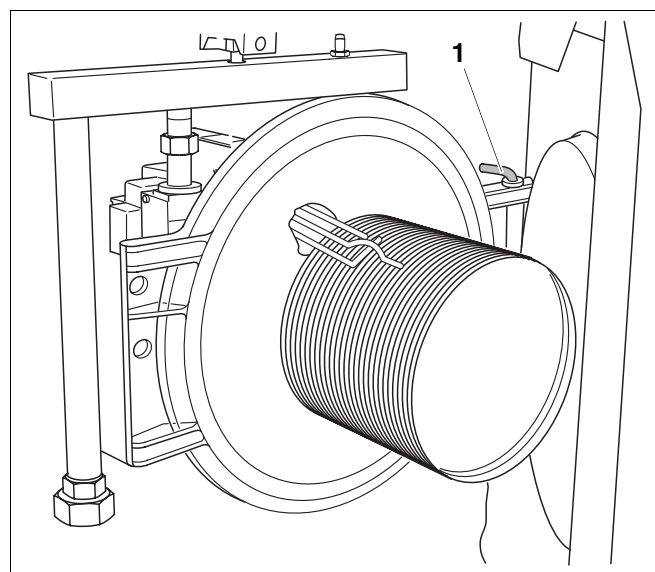

Fig. 7 Montage des gonds de la porte à gauche
- Maintenez la charnière supérieure gauche à l'aide du goujon de charnière (fig. 7, **pos. 1**).
- Bloquez la charnière supérieure droite à l'aide du goujon de charnière (conformément à la fig. 7, **pos. 1**, page 13).